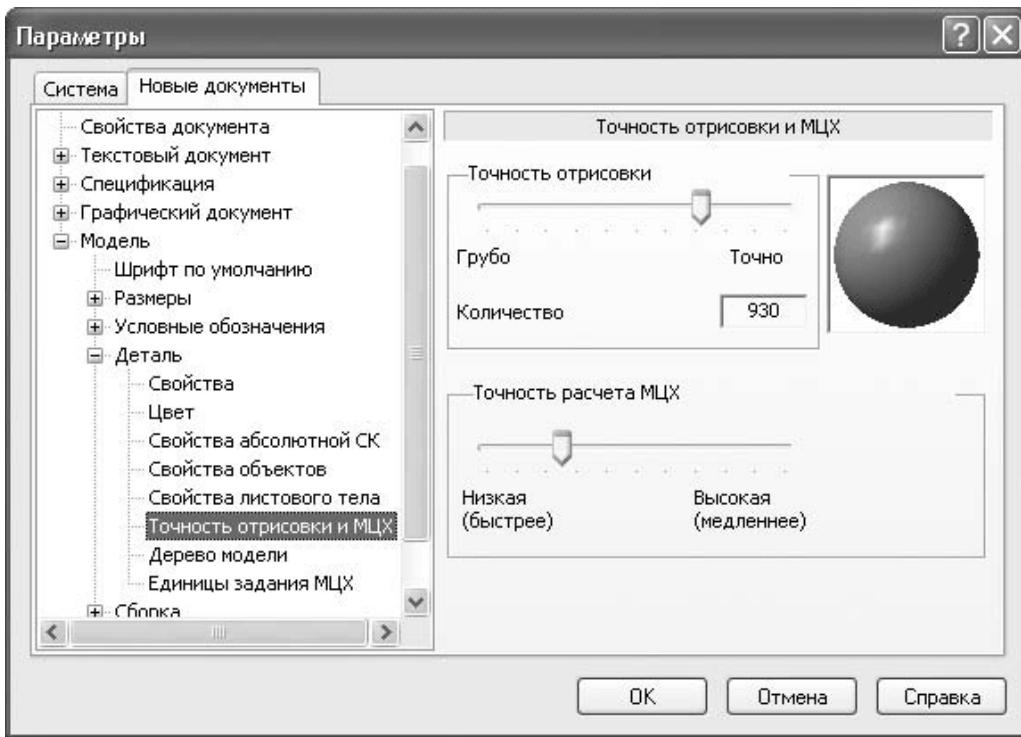

Рис. 1.68. Настройка точности отрисовки и МЧХ модели
- Деталь – позволяет изменять свойства (обозначение, наименование, материал) и цвет детали. Кроме того, здесь можно задать цвет, которым будет отображаться тот или иной тип трехмерных объектов (вспомогательная геометрия, поверхности, формообразующие операции), импортированный в деталь или созданный средствами КОМПАС-3D. Однако менять стандартные настройки не рекомендуется, так как это приведет к специфическим изменениям внешнего вида детали. Это может помешать другим пользователям, работающим с вашей деталью. Очень важным параметром настройки отображения модели является точность отрисовки и масс-центровочных характеристик (рис. 1.68). Чем выше точность отрисовки, тем медленнее работает система, но тем лучше представление объектов трехмерного документа. Следует, правда, отметить, что влияние этого параметра на быстродействие системы КОМПАС не столь ощутимо (за исключением больших сборок), поэтому я рекомендую всегда устанавливать максимальную точность отрисовки;